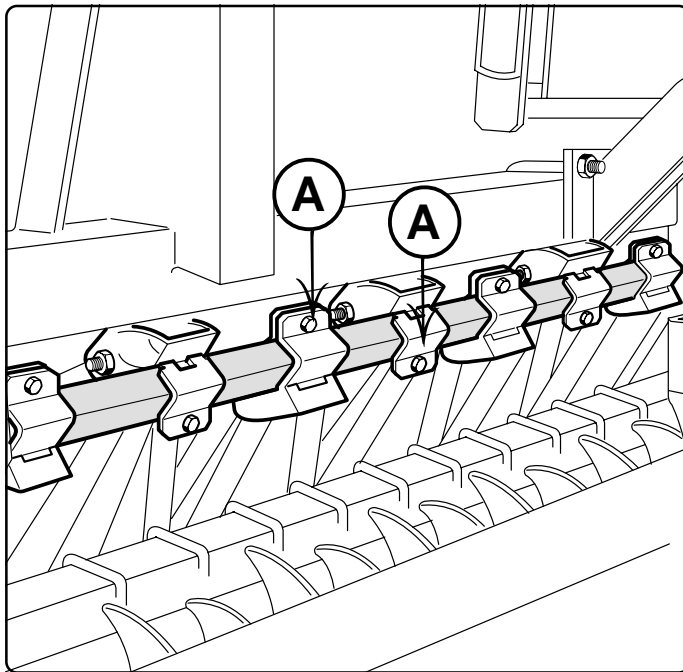

Fig. 22
- svitare le viti (A Fig. 22)
- unscrew the screws (Fig. 22, A)
- die Schrauben lösen (A Abb. 22)
- desserrer la vis (A Fig. 22)
- destornillar el tornillo (A Fig. 22)